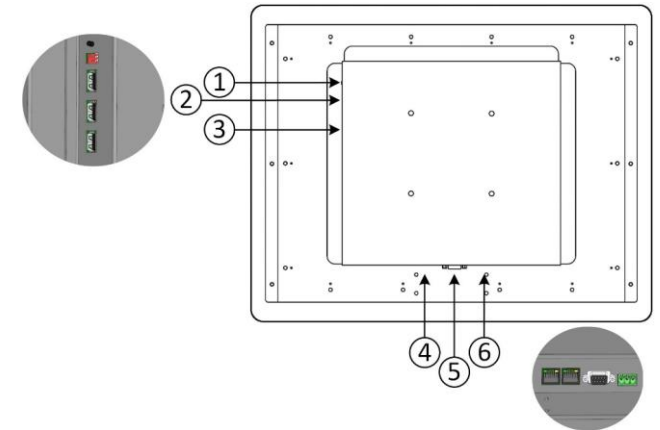

Рисунок 4 – Внешний вид тыльной стороны устройства
**Примечание:** При некорректной работе или зависании панели следует использовать аппаратный сброс устройства, кнопка (1) которого расположена на боковой части прибора (Рис.4). Кнопку сброса следует нажимать пластиковым штоком из комплекта поставки или любым другим неметаллическим предметом подходящего диаметра. После нажатия сброса при наличии внешнего питания панель перезагрузится, в противном случае – выключится.
Таблица 4 - Режимы DIP переключателя (2) на боковой панели (Рис.4)